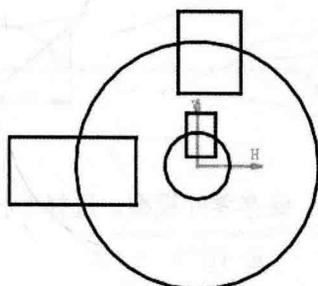
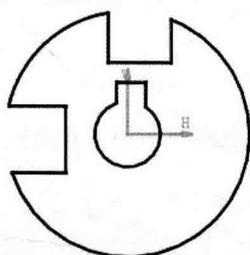

图 2.2 草图轮廓
图 2.3 修剪草图
Step2. 选取 xy 平面作为草绘平面,绘制图 2.2 所示的轮廓。
Step3. 添加修剪操作。选择下拉菜单 **插入** → **操作** → **重新限定** → **快速修剪** 命令; 选取图 2.2 所示的修剪的部分, 修剪后的图形如图 2.3 所示。